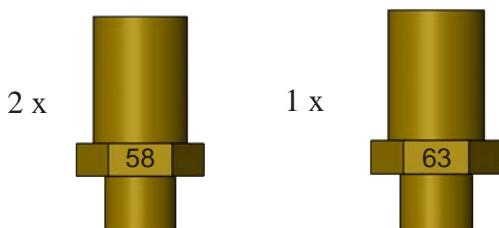
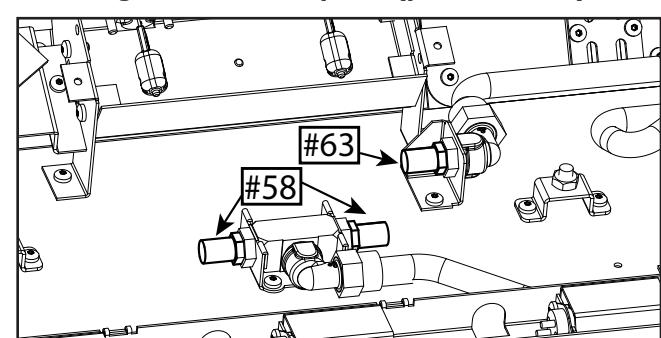

Figure 38 : Marquages des orifices
Figure 39 : Emplacements des orifices du brûleur
5. Convertissez les orifices du bac du brûleur avec celui fourni dans ce kit à l'aide d'un **cliquet et d'une douille de 1/2 po** (Figure 39).
Il y a deux orifices #58 pour les brûleurs surélevés et un orifice #63 pour le brûleur de la casserole. Les marquages se trouvent sur le côté de chaque orifice (voir la figure 38). Pour connaître les emplacements d'installation spécifiques de chaque orifice, voir la figure 39.
- Un manteau de 4 po (102 mm) peut être monté à une hauteur minimale de 36 po (91 cm) du bas de l'unité. (Voir la figure 39)